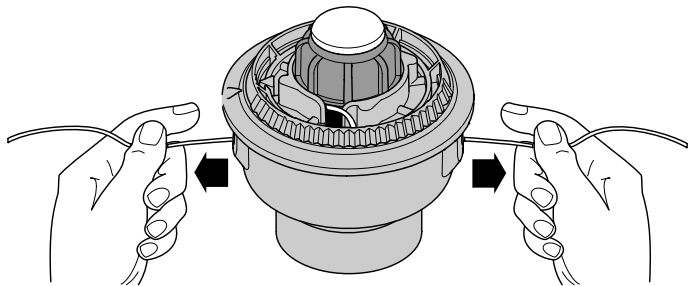

Fig. 20
9. Si le rembobinage du fil devient difficile ou si le fil se coince, tirez-en les extrémités de la bobine. Continuez de rembobiner le moulinet intérieur vers la gauche (Fig. 20).
4. Maintenez le moulinet intérieur et installez le bouton de butée, le ressort, et le joint en mousse en poussant le bouton de butée vers le bas et en le tournant à droite. Saisissez les extrémités et tirez fermement pour dégager le fil des fentes de retenue du moulinet intérieur (Fig. 20).